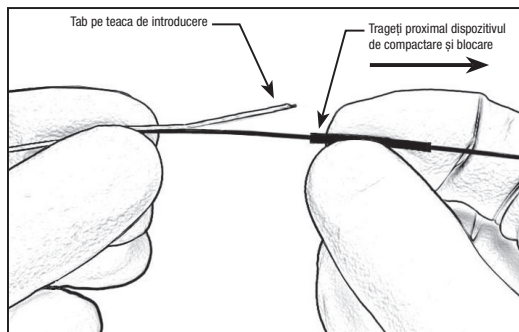

Figura 3 – Trageți proximal dispozitivul de compactare și blocare
16. Țineți dispozitivul chiar distal față de dispozitivul de compactare și trageți dispozitivul de compactare în sens proximal pentru a expune fila de pe teaca de introducere. Consultați figura 3.